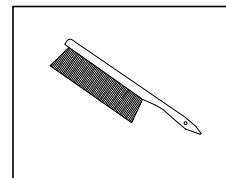

Fig.8
- * Com auxílio de luvas utilizar escova macia (Fig.8) ou aspirador de pó para efetuar a limpeza do condensador;